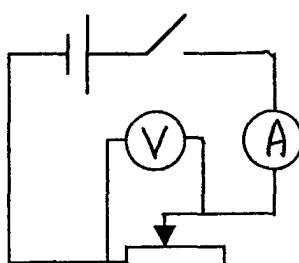

Рис.1
2. Начертите схему (рис.1).
3. Соберите электрическую цепь по схеме (рис.1).